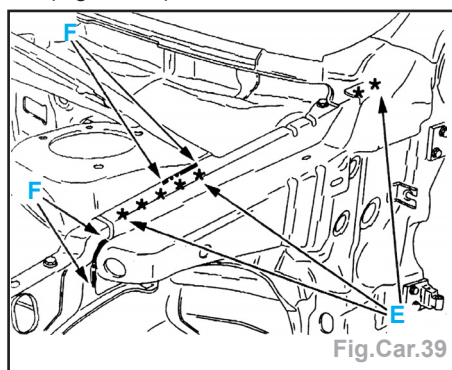

Fig.Car.39
- Découper par fraisage des points suivant **E** (Fig.Car.39).